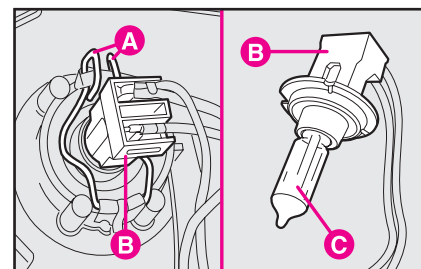

рис. 20
- 2) Нажав фиксатор **А**, отсоедините разъем **В** и извлеките лампу **С** (рис. 20).